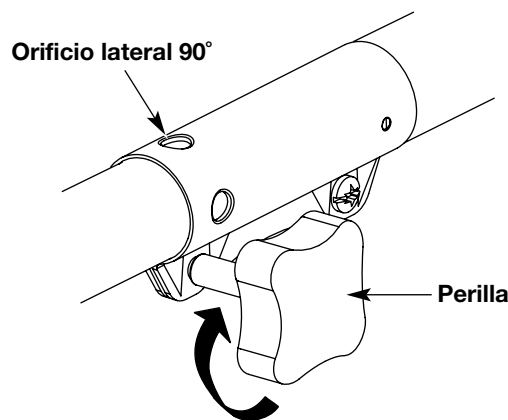

Fig. 16
3. Gire la perilla en sentido horario para ajustarla (Fig. 16).
Para recortar bordes mientras usa el accesorio de corte de cabeza de línea con modelos EZ-Link™, trabe el botón de desconexión en el **orificio lateral de 90°** (Fig. 16).